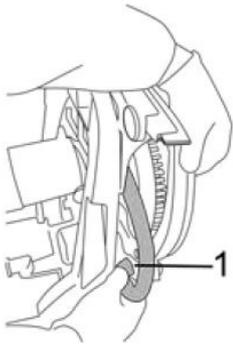

Abb. 21: Saugschlauch hinterer Abstreifer
- Den Schlauch vom Umlenkeventil und von der hinteren Saugleiste abziehen (Abb. 21)